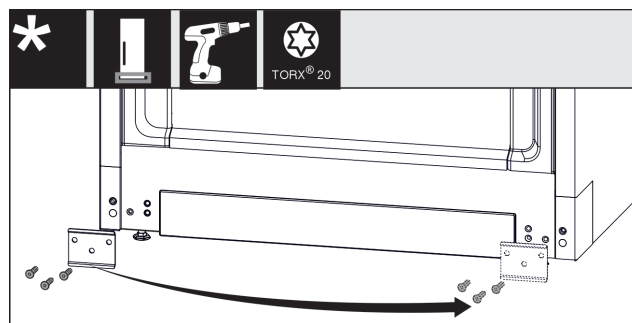

Fig. 15
- Odvrnite lim Fig. 15 (1), premjestite ga na drugu stranu i ponovno pričvrstite.